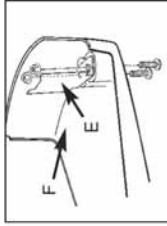

Fig. 14
• ASCUTIREA CĂUȚILUI PENTRU CABLUL ȘNUR (F) (Fig. 14).
1. Îndepărtați căuțul de tăiat (E) din scutii de protecție (F) (Fig. 14).